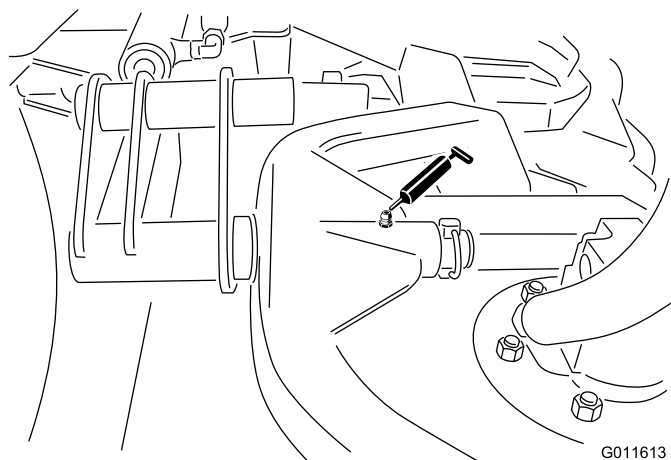

Bild 31
- Mähwerkträgererrahmen und Drehzapfen (1) (Bild 31)